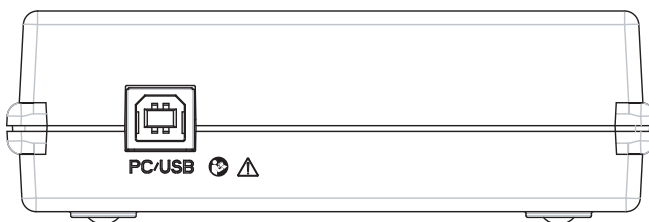

Fig. 1
- Anslut den medföljande USB-kabeln som finns på baksidan av HI-PRO 2 till en USB-port på datorn (PC). Se Fig. 1.